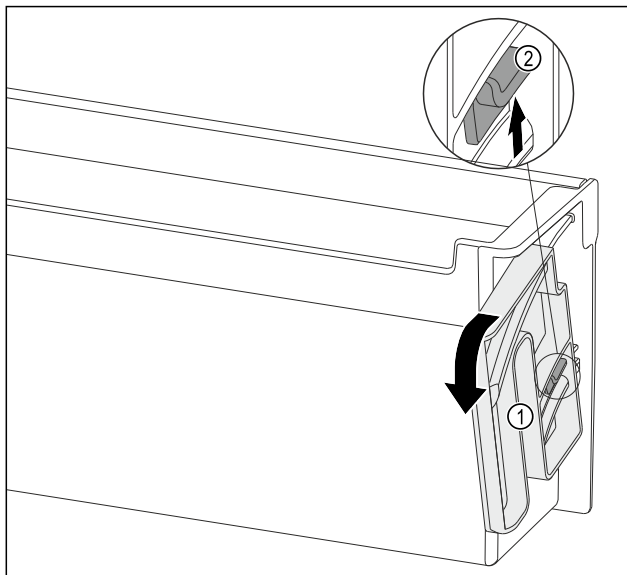

Fig. 110
- Otočte otočnú jednotku Fig. 110 (1) do uvedeného smeru až na doraz.
- Potlačte sponu Fig. 110 (2) nahor a odoberte otočnú jednotku Fig. 110 (1).